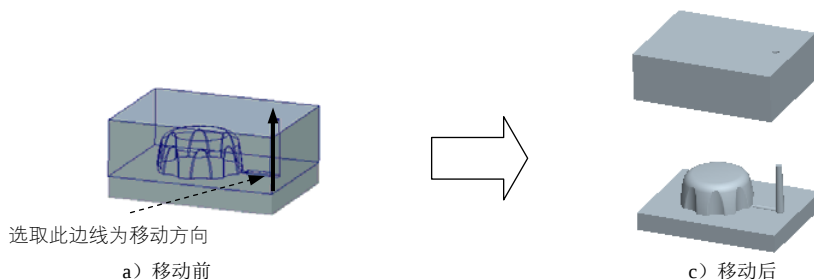

图 18.3.29 移动上模
(1) 在系统的 **为迁移号码1: 选择构件。** 提示下,先将鼠标指针移至模型中的上模位置,并右击,选取快捷菜单中的 **从列表中拾取** 命令。
(2) 在系统弹出的“从列表中拾取”对话框中,单击列表中的上模模具零件 **UPPER_MOLD.PRT**,然后单击 **确定 (D)** 按钮。
(3) 在“选择”对话框中单击 **确定** 按钮。
Step4. 在系统的 **通过选择边、轴或面选择分解方向** 提示下，选取图 18.3.29 所示的边线为移动方向，然后在系统的 **输入沿指定方向的位移** 提示下，输入要移动的距离值 100。